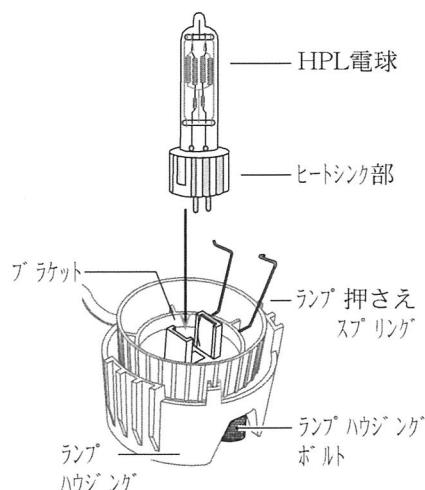

図1
4. 図1のように、ヒートシンクの平面を電球ソケットの両側に合わせて下さい。